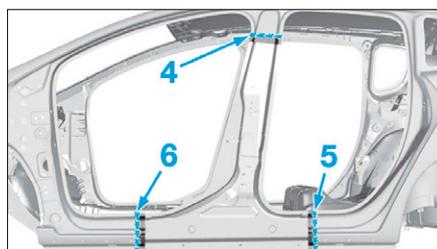

FIG. 69
• Découper suivant (4), (5) et (6) (Fig.69).